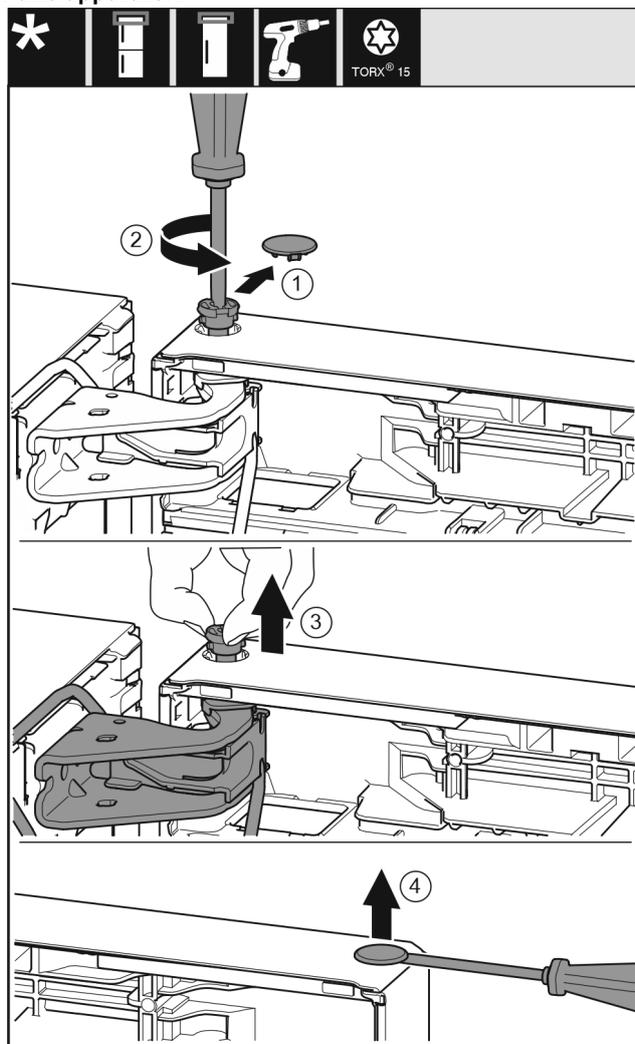

Fig. 22
- ▶ Trekk sikringsdekelet forsiktig av. Fig. 22 (1)
- ▶ Skru boltene ut et stykke med skrutrekker T15. Fig. 22 (2)
- ▶ Hold fast døren, og trekk boltene ut med fingrene. Fig. 22 (3)
- ▶ Løft proppen forsiktig ut av dørens lagerbøssing med en skrutrekker, og trekk den ut. Fig. 22 (4)